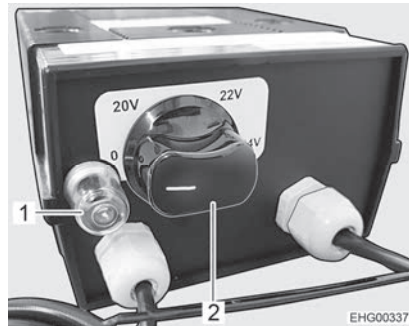

Bild 179 Regler für elektrische Fußbodenerwärmung
- Den Drehregler (Bild 179,2) auf die gewünschte Heizstufe drehen.
- Den Drehregler (Bild 179,2) auf Stellung "0" drehen.
Wenn der Regler überlastet wird, spricht der Überlastungsschutz an. Der Stift (Bild 179,1) springt heraus.
- Den Stift (Bild 179,1) am Überlastungsschutz eindrücken, wenn der Regler abgekühlt ist.